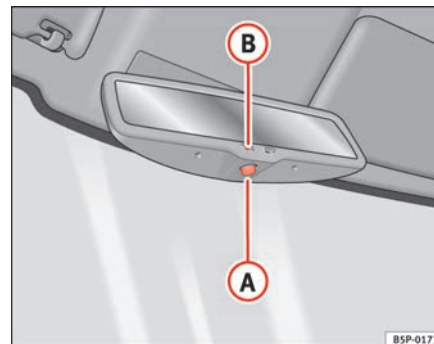

Abb. 88 Automatisch abblendbarer Innenspiegel
- Drücken Sie die Taste **(A)** ⇒ Seite 131, Abb. 88. Die Kontrollleuchte **(B)** erlischt.
- Drücken Sie die Taste **(A)** ⇒ Seite 131, Abb. 88. Die Kontrollleuchte leuchtet auf.